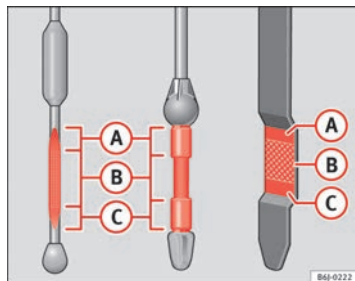

Fig. 162 Jauge d'huile moteur
- Puis retirez-la à nouveau et vérifiez le niveau d'huile ⇒ fig. 162. Faites l'appoint d'huile moteur si nécessaire.